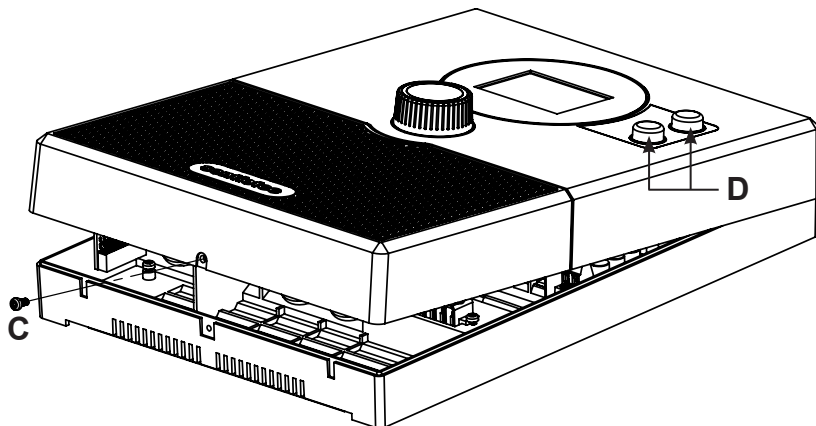

Fig. 2 Retrait du couvercle du boîtier
2. Enlevez avec un tournevis la vis de boîtier **C** et séparez le couvercle du boîtier de la partie inférieure en le soulevant (voir **Fig. 2**).